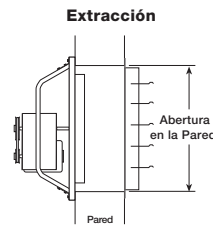

Figura 2 — Instalación Directa en la Pared
- La Figura 2 muestra la abertura en la pared recomendada para instalaciones directas en la pared.